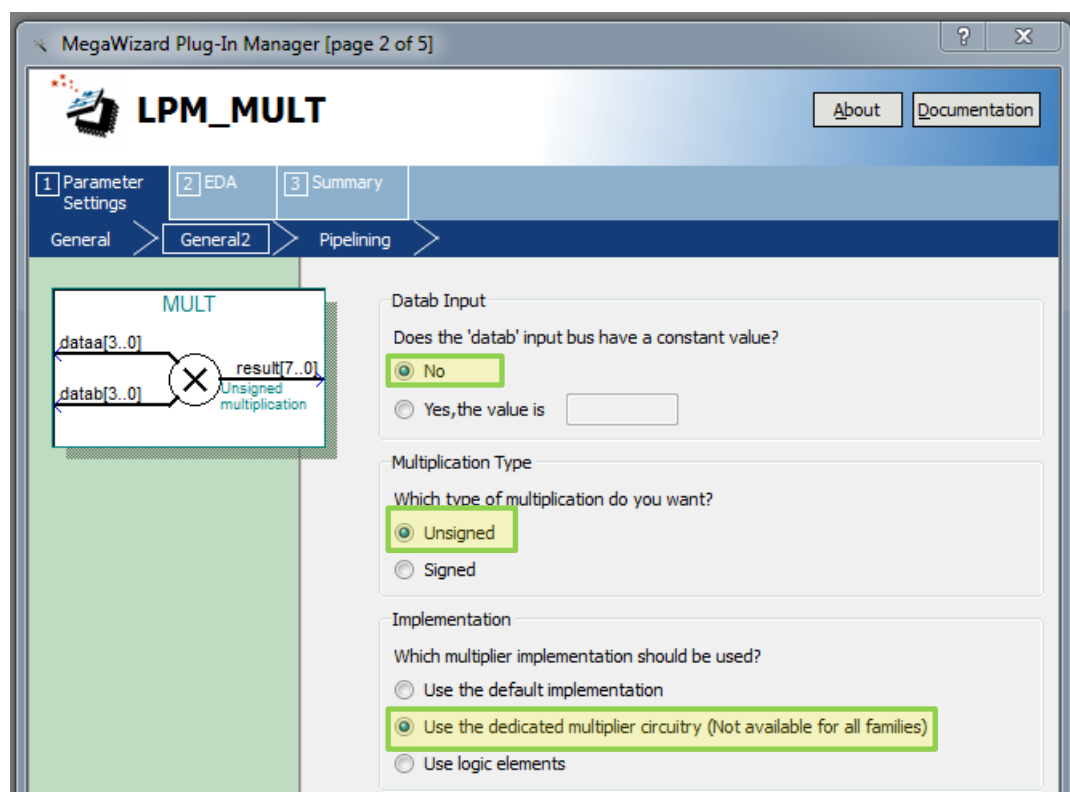

Рис. 18 Окно настройки экземпляра выбранного компонента (page 2)
5.4. В появившемся окне “**MegaWizeded Plug-In Manager [page 2 of 5]**” установите параметры согласно рис. 18.